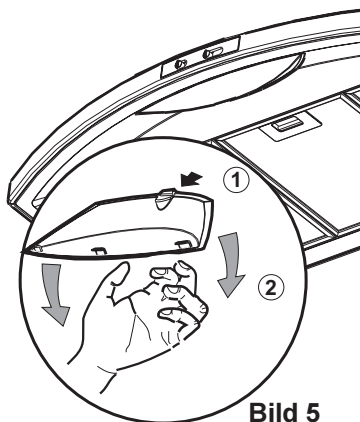

Bild 5
- Quite la cubierta de la lámpara. **Fig. 5.**